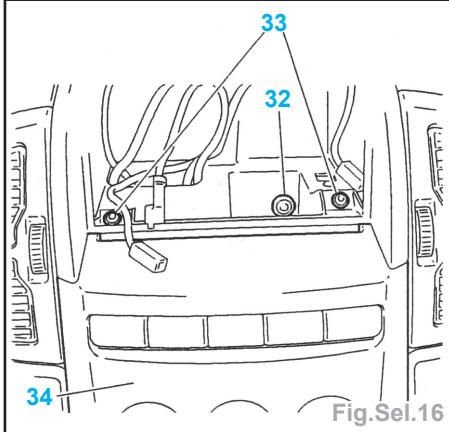

Fig.Sel.16
- Déposer les vis (32 et 33) (Fig.Sel.16).